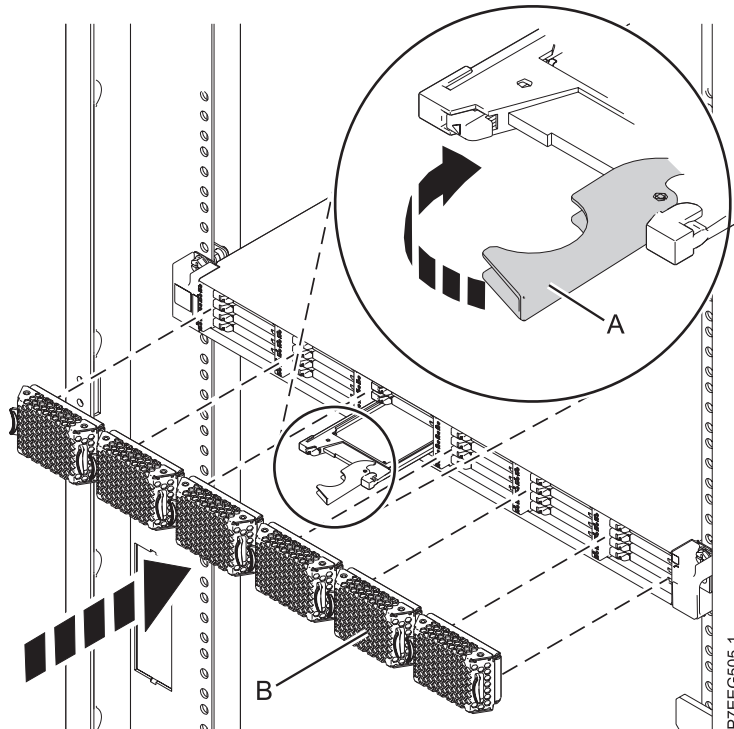

Figure 26. Remplacement d'une unité SSD dans l'armoire de stockage PCIe ED/R1.
4. Lorsque le voyant d'identification de l'unité SSD clignote, faites glisser complètement l'unité SSD dans l'armoire de stockage PCIe ED/R1 jusqu'à ce qu'il soit complètement encastré. Puis tournez la poignée (A) pour la mettre en position verrouillée. Pour plus d'informations, voir figure 26, à la page 47.
5. Installez le panneau (B).